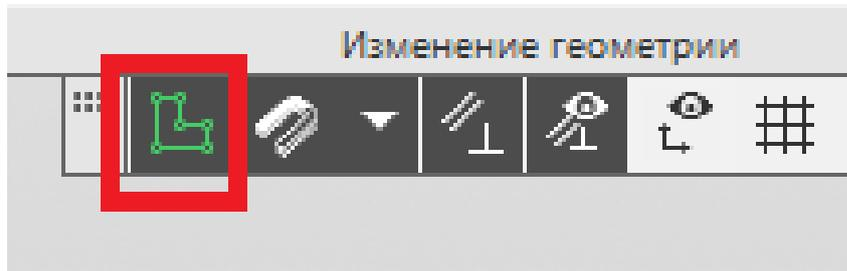

Рис. 115
43. Завершаем построение эскиза нажатием на пиктограмму «Создать эскиз» (рис. 115).